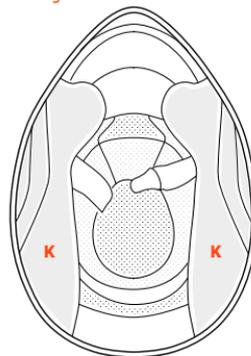

FIGURE 9
**Doublures internes latérales: MOUSSES DE JOUES – K – Figure 9**